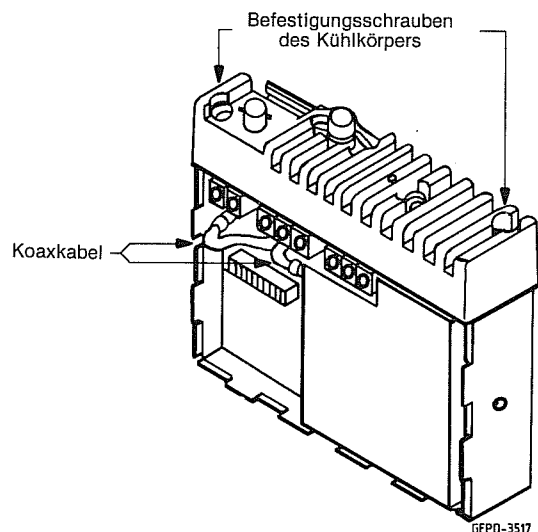

Abbildung 12
(2) Die beiden Koaxialkabel (je eins für Sender und Empfänger) von der HF-Platine abziehen. Siehe Abbildung 12.
(3) Den Kühlkörper nach Lösen seiner Befestigungsschrauben entfernen (siehe Abbildung 12). Dabei die beiden Koaxialkabel vorsichtig durch die Löcher in der Trennwand führen.